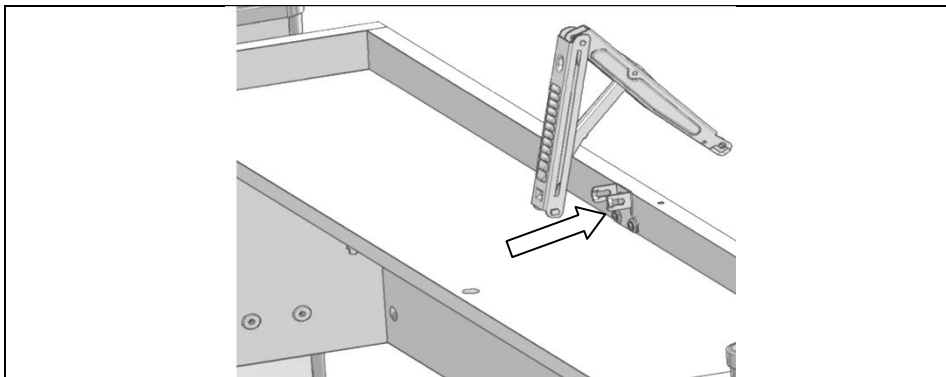

Рис. 19
4.4.2. Фиксатор столешницы Multiflex (поз. 1, пакет № 9а) нижней частью ввести в кронштейн нижний (См. рис. 19; 19а), повторить п. 4. 4.2 для постановки второго фиксатора столешницы.
Рис. 19а